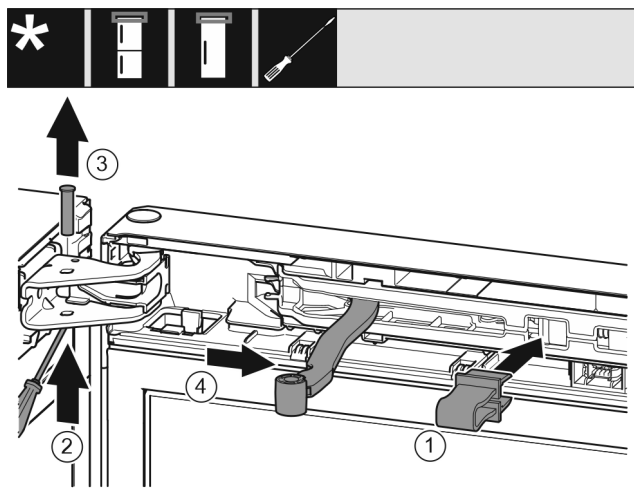

Fig. 12
- Pattintsa be a biztosítékot Fig. 12 (1) a nyílásba.
- Tolja ki a csapszeget Fig. 12 (2).
- Vegye ki felfelé a csapszeget Fig. 12 (3).
- Forgassa az ajtó irányába a csuklót Fig. 12 (4).